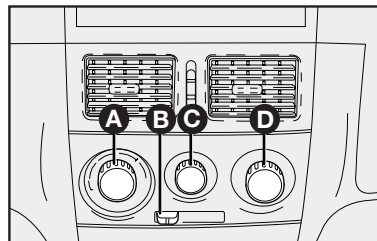

fig. 52
COMANDOS - fig. 52
1) Mando para la temperatura del aire **A-fig. 52** totalmente posicionado a la izquierda.
2) Cursor del ventilador **C-fig. 52**: posicionado en la velocidad máxima.
3) Mando para la distribución del aire **D-fig. 52** indicador en , para controlar que todas las salidas de aire estén abiertas.
4) Conecte el aire acondicionado abriendo el selector **C-fig. 52**.
El aire acondicionado es muy útil para acelerar el desempañamiento porque deshumedece el aire. Es suficiente regular los mandos para la función de desempañamiento, y activar el aire acondicionado, presionando el pulsador **C-fig. 52**.
1) Acondicionador de aire conectado **C-fig. 52**.